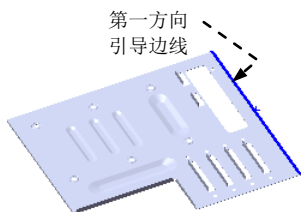
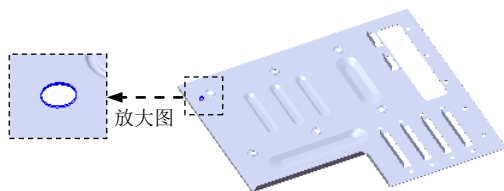

图 17.10.119 阵列引导边线
图 17.10.120 创建孔 8
(1) 选择命令。选择下拉菜单 **插入(I)** → **阵列/镜向(E)** → **线性阵列(L)...** 命令，系统弹出“线性阵列”对话框。
(2) 定义阵列源特征。单击 **要阵列的特征(F)** 区域中的文本框，选取设计树中的孔 7 作为阵列的源特征。
(3) 定义阵列参数。单击 **方向1** 区域中 后的文本框，选取图 17.10.119 所示的边线为方向 1 的参考边线。在 **方向1** 区域的 文本框中输入数值 80.0，在 文本框中输入数值 5。
(4) 单击 按钮，完成阵列（线性）3 的创作。
Step38. 创建图 17.10.120 所示的零件特征——孔 8。